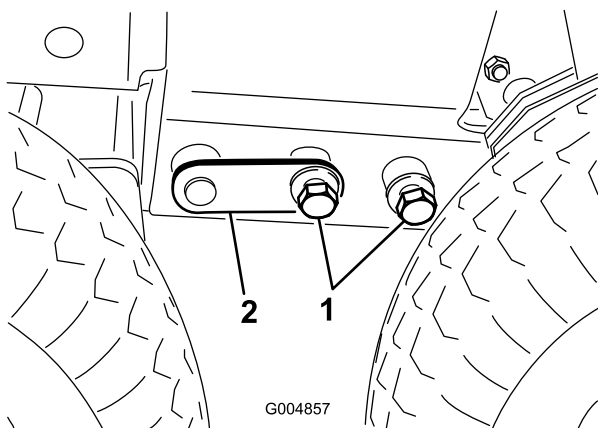

Figura 22
8. Ajuste el gato o balancee la cabina con las manos, según sea necesario, para instalar los pernos (3/4 pulgada) en cada lado (Figura 22). Apriete los pernos a 359 Nm (265 pies-libra).